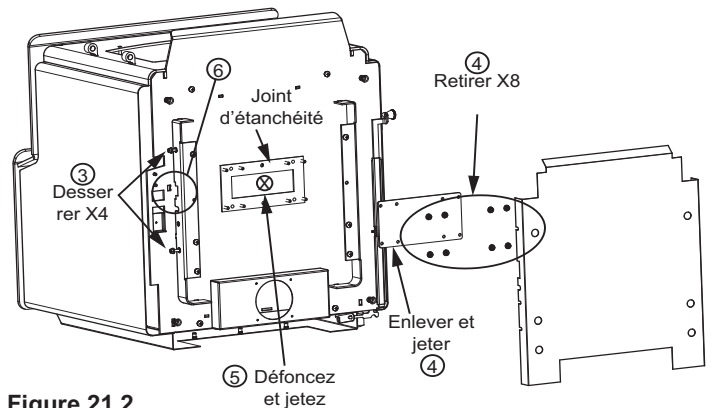

Figure 21.2
- Couchez l'appareil sur son dos, sur une surface rembourrée ou une palette (**Figure 21.2**).
- Retirez l'écran thermique en desserrant les quatre boulons à l'aide de la clé ouverte 3/8 (**Figure 21.2**).
- Retirez les 8 écrous maintenant le couvercle à l'aide de la clé à douille 7/16; jetez le couvercle (**Figure 21.2**).
- Retirez l'alvéole défonçable du bas de la boîte à feu à l'aide du marteau (**Figure 21.2**).
3. Couchez l'appareil sur son dos, sur une surface rembourrée ou une palette (Figure 21.2 à la page 21).
4. Retirez l'écran thermique en desserrant les quatre boulons à l'aide de la clé ouverte 3/8 (Figure 21.2 à la page 21).
5. Retirez les 8 écrous maintenant le couvercle à l'aide de la clé à douille 7/16; jetez le couvercle (Figure 21.2 à la page 21).
6. Retirez l'alvéole défonçable du bas de la boîte à feu à l'aide du marteau (**Figure 21.2 à la page 21**).